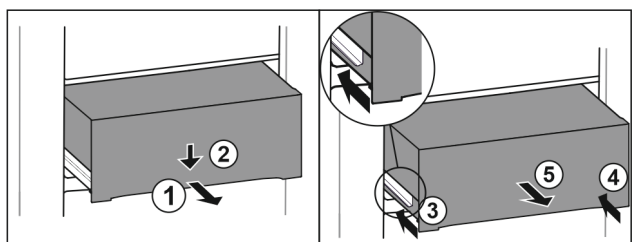

Fig. 105
- Lade er half uittrekken. Fig. 105 (1)
- Schuiflade aan de voorzijde omlaag drukken. Fig. 105 (2)
- Linker rail ca. 2 cm inschuiven. Fig. 105 (3)
- Rechter rail ca. 2 cm inschuiven. Fig. 105 (4)
- Lade naar voren toe verwijderen. Fig. 105 (5)